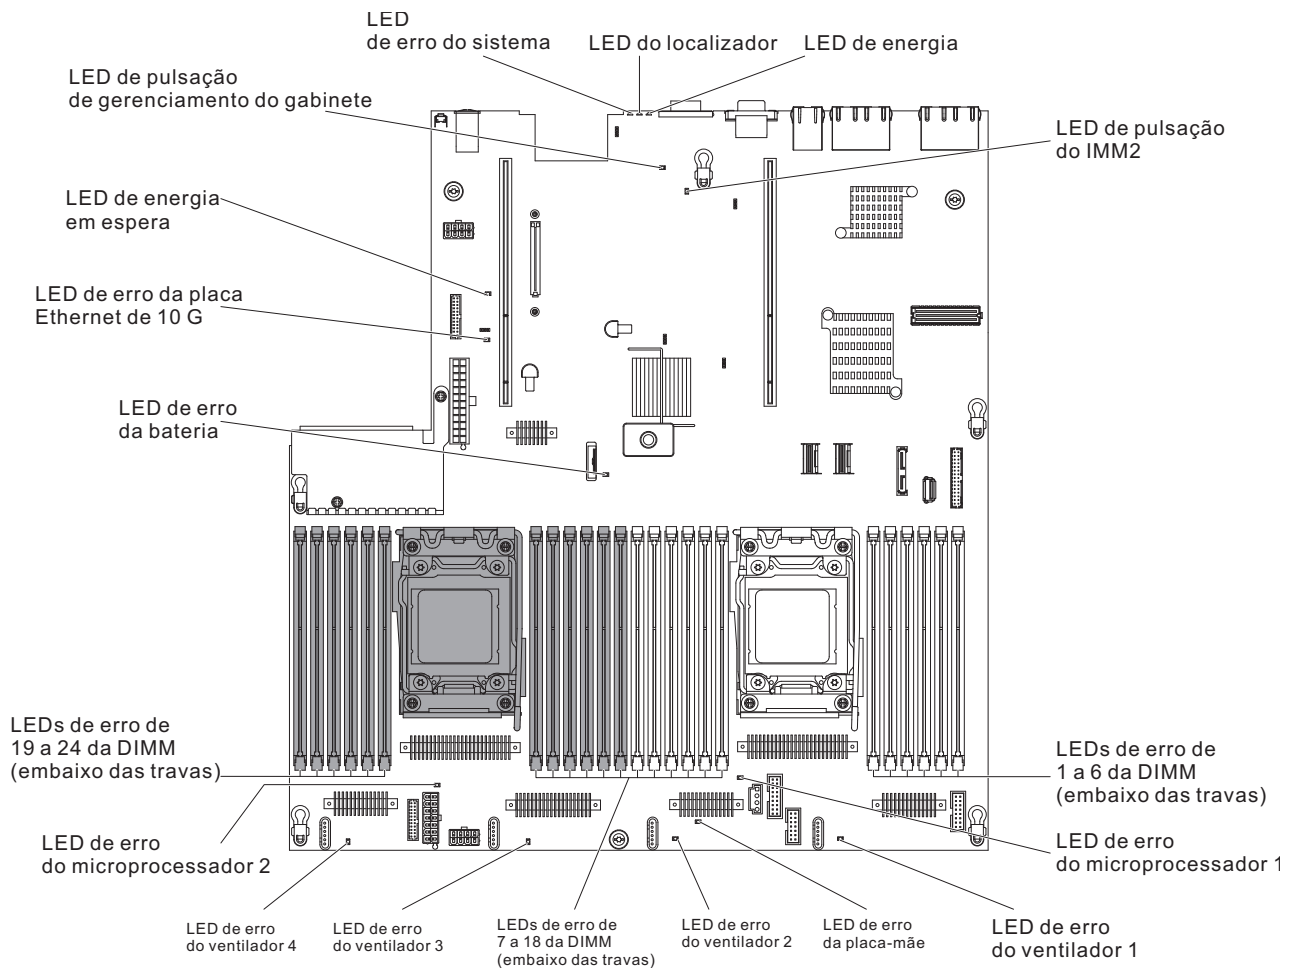

Figura 47. LEDs da placa-mãe do sistema SAN Volume Controller 2145-DH8.
- SIM** Consulte Tabela 79 na página 326 e conclua a ação especificada para LEDs do sistema de diagnósticos por indicadores luminosos. Em seguida, acesse a etapa 3 na página 331. Algumas ações exigem que você observe o estado dos LEDs na placa-mãe. O Figura 47 na página 326 mostra o local dos LEDs da placa-mãe. Os LEDs do ventilador estão localizados ao lado de cada VENTILADOR. Para visualizar os LEDs, conclua as seguintes ações: